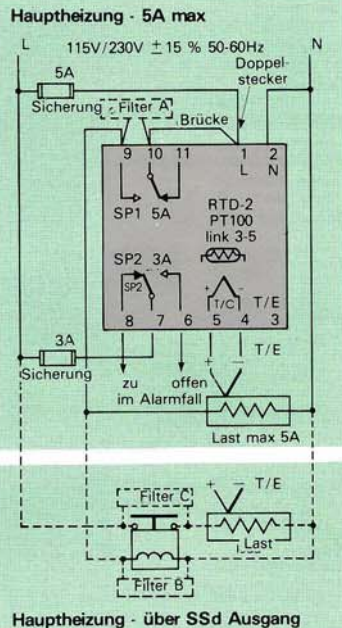

Fig. 5
4. **WICHTIG:** Wenn induktive Lasten (AC) geschaltet werden, externen Widerstand (0,1 uF/100 Ohm), zur Interferenzunterdrückung und für Gewährleistung langer Relaislebensdauer einsetzen. Bild 5